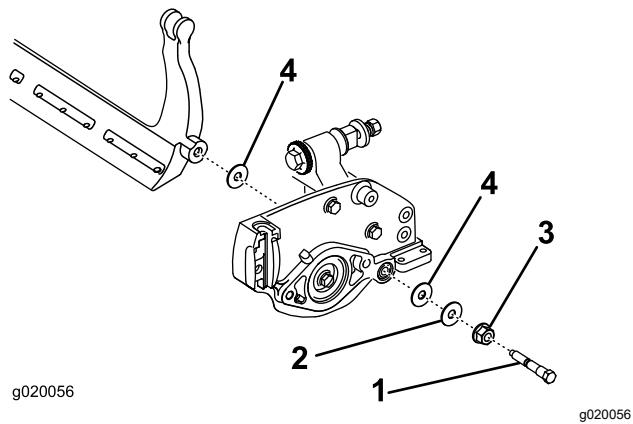

図 19
ベッドバーの両端にそれぞれナイロンワッシャ2枚とスチールワッシャが1枚ずつあるので注意する **図 19**。
- サイドプレートのボスの両側にナイロンワッシャを入れる。その外側からスチール製ワッシャを取り付ける図19。